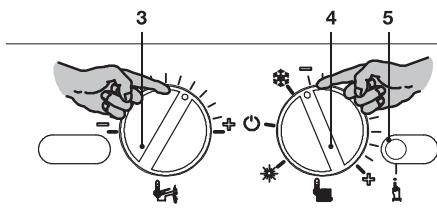
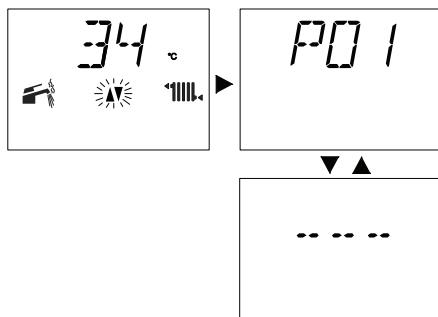

Рисунок 7.5
Рисунок 7.7
- Установите регулятор температуры горячего водоснабжения 3 и переключатель функций 4 так, как показано на следующем рисунке Рисунок 7.5.
- Чтобы настроить давление розжига горелки, войдите в режим программирования, нажав и удерживая в течение 15 с кнопку сброса 5 (Рисунок 7.5), пока на ЖК-дисплее не появится параметр P01. На ЖК-дисплее последовательно отобразятся следующие символы (параметр P01 будет загораться поочередно -- -- --) (см. Рисунок 7.7).
- Нажмите кнопку сброса 5 (Рисунок 7.5) и пролистайте параметры до **P14**, предназначенного для настройки давления розжига горелки. На ЖК-дисплее последовательно отобразятся следующие символы (параметр **P14** будет загораться поочередно с цифрой **135**).
- Чтобы изменить настройку, поверните регулятор температуры в системе горячего водоснабжения 3 (Рисунок 7.5) и установите ее в выбранное положение (см. Рисунок 7.9).